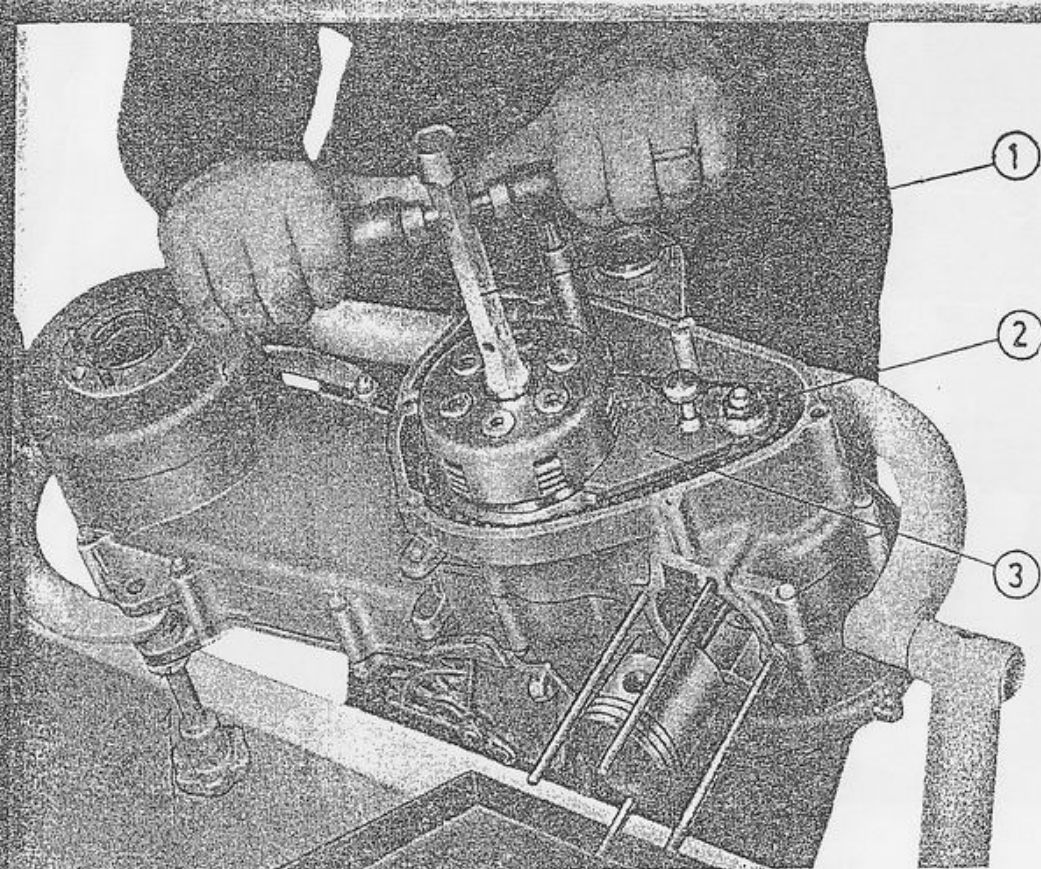

Fig. 4 - Smontaggio dado fissaggio frizione
- 10°) raddrizzare la linguetta di fermo del dado fissaggio di frizione; applicare l'attrezzo apposito di fermo, (fig. 4 punto 3), svitare il dado di fissaggio frizione con una chiave a tubo da mm. 19 (fig. 4 punto 1) e il dado del pignone motore (fig. 4-punto 2) con la stessa chiave dopo aver raddrizzato la linguetta di fermo dello stesso;